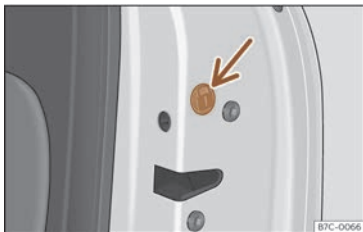

Fig. 73 Bloqueo de emerxencia da porta.
- Se é necesario, retire a xunta de goma  do frontal da porta >>> **fig. 73**.